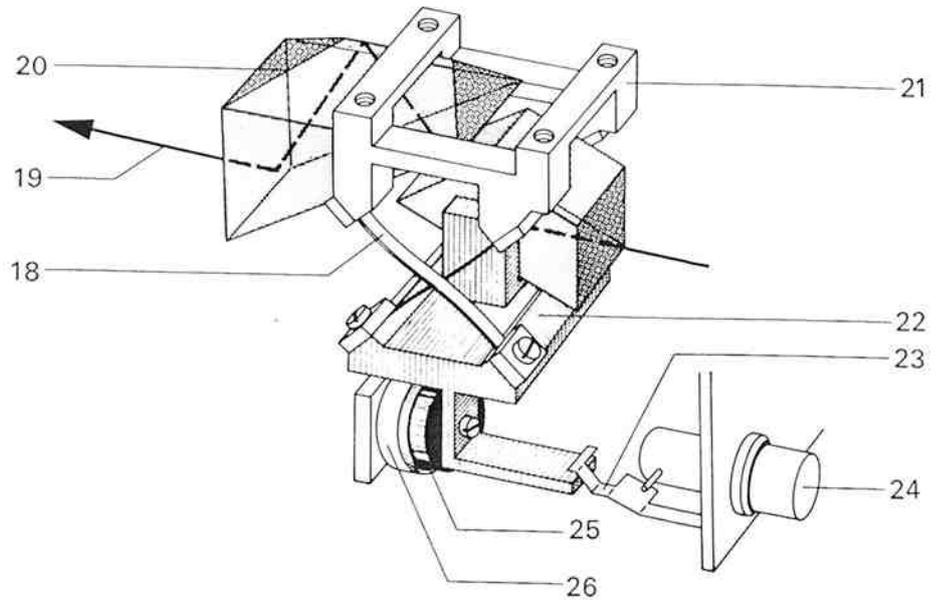

Bild 3 NA2-Kompensator.
Der drehbare Oberteil des Instrumentes besteht im wesentlichen aus dem Fernrohr mit einem optisch-mechanischen Kompensator (Bild 3), der die Ziellinie automatisch horizontiert, wenn das Instrument mit Hilfe seiner Dosenlibelle (12) und der drei Fußschrauben (2) horizontiert ist.